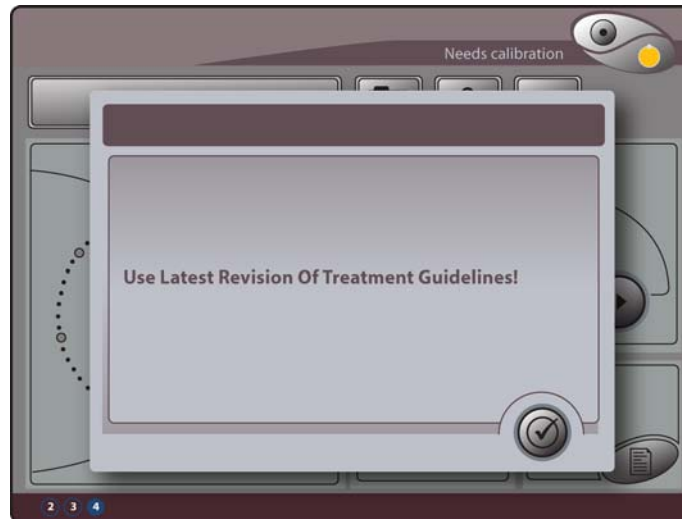

Figura 3-5: Cuadro de diálogo de directrices de tratamiento
5. El sistema le indicará que utilice la última versión de las directrices de tratamiento para obtener información sobre el tratamiento del paciente (consulte la **Figura 3-5**). Consulte la última versión de las directrices de tratamiento en el sitio www.MyCandela.com.